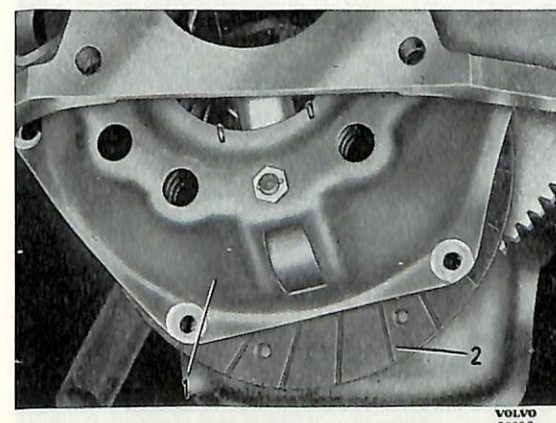

Bild 6. Demontering av koppling, tid. utf.
7. De sex skruvarna som håller kopplingen vid svänghjulet lossas korsvis ett par varv i sänder, för att icke brytningar skall uppstå, samt borttages. Håll i kopplingen så att den inte faller i golvet. Kopplingen och lamellen kan nu tagas bort nedåt, bild 6.